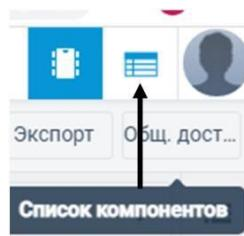

Рисунок 2.
10. Сохраните изображение схемы (в рабочем состоянии) и результатов моделирования в рабочую папку Олимпиады: скриншот схемы цепи с измерительными приборами в файле **shema.doc** и скриншот со списком компонентов в файле **komponent.doc** или файл **komponent.xls** (используя опцию «Список компонентов» (рис. 2)).